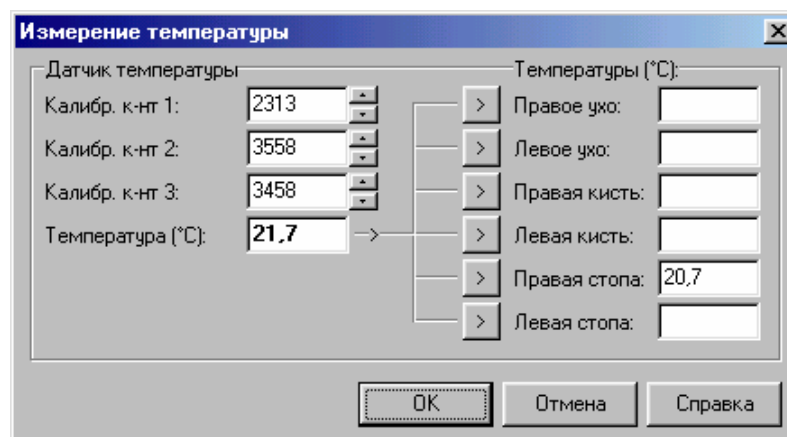

Рис. 3.13
6. Для измерения температуры кожи служит команда меню **Настройка|Измерение температуры**. Датчик температуры, поставляемый вместе с комплексом, имеет три индивидуальных калибровочных коэффициента, значения которых отображаются в диалоговом окне измерения температуры (Рис. 3.13). Перед наложением датчика температуры убедитесь, что калибровочные коэффициенты ему соответствуют. Если значения коэффициентов неверны, исправьте их. После того как значение температуры с датчика установилось (Рис. 3.13, поле *Температура*), нажмите кнопку , соответствующую выбранной части тела. При этом измеренная температура будет сохранена для дальнейшего анализа.